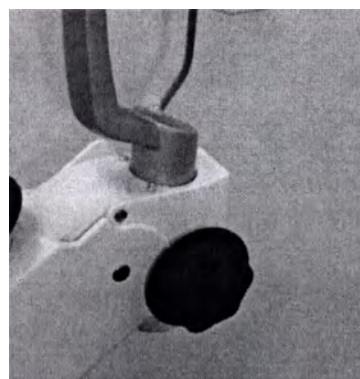

Рис. 9
5.2.7 Для поворота микроскопа наклонного узла относительно гибкой руки ослабьте винт фиксации наклонного узла. Для фиксации закрутите по часовой стрелке (см. рис. 9).